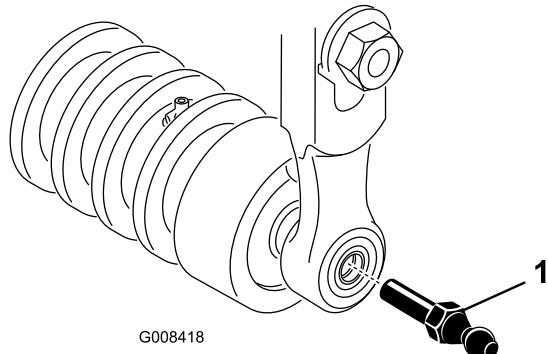

Figura 16
5. Volte a colocar o tampão esférico em cada extremidade do rolo dianteiro da unidade de corte (Figura 16).